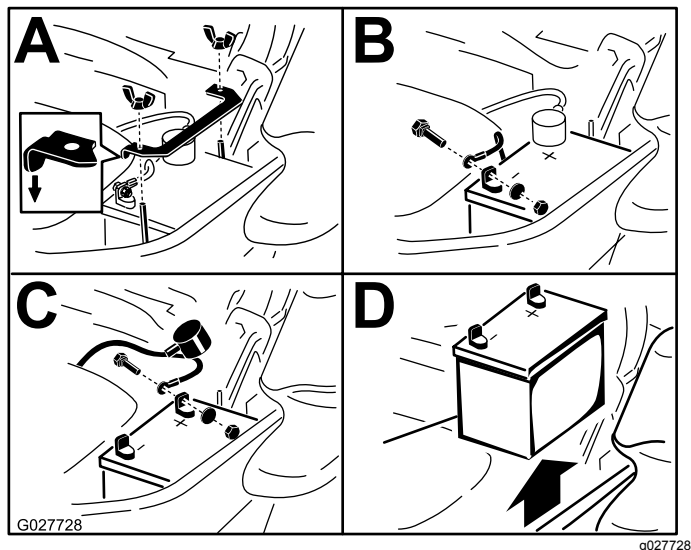

Figura 58
3. Retire la batería, según se muestra en Figura 58.